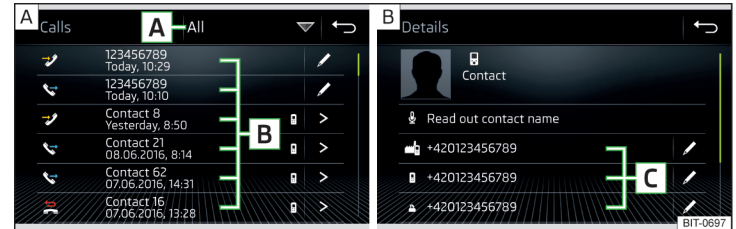

Abb. 212 Anrufliste / Kontaktdetail
- ▶ Im Hauptmenü *Telefon* die Funktionsfläche **C** antippen, es wird eine Anrufliste angezeigt » Abb. 212 - **A**.
- > Anzeige des Kontaktdetails » Abb. 212 - **B**